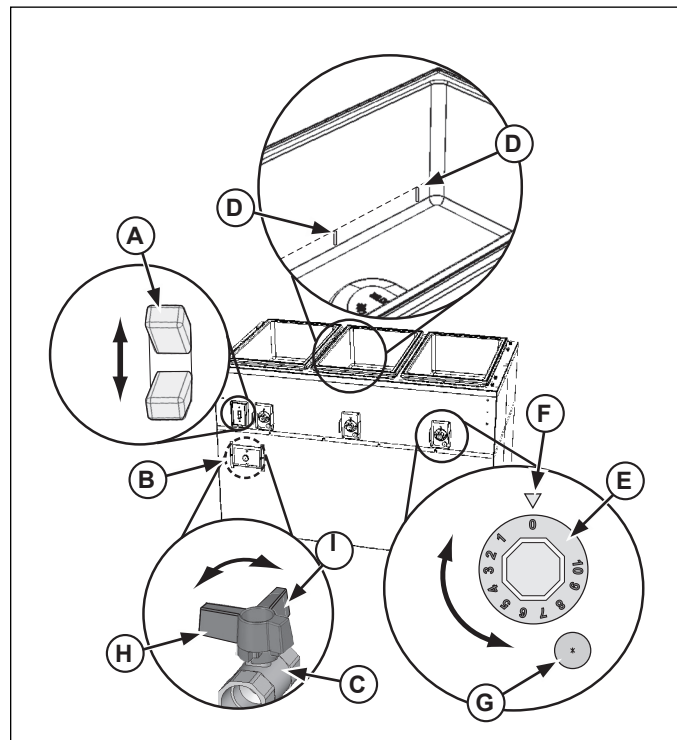

Figura 2. Controles de la estación caliente de lujo
- (A) Interruptor de **ENCENDIDO/APAGADO** Mueva el interruptor hacia arriba para encender la unidad. Mueva el interruptor hacia abajo para apagarla. El interruptor se iluminará cuando esté en la posición de encendido.
- (B) **PUERTA DE ACCESO** para la válvula de drenaje. Ábrala o retírela para acceder a la válvula de drenaje.
- (C) **VÁLVULA DE DRENAJE**. Se usa para vaciar el agua de el o los recipientes.
- (D) **MARCAS DEL NIVEL DEL AGUA**. Se usan para indicar el nivel correcto del agua.
- (E) Selector del **CONTROL DE TEMPERATURA**. Se usa para fijar o ajustar la temperatura del recipiente. Mientras más grande o más pequeño sea el número, más alta o más baja es la temperatura respectivamente. La posición de "0" corresponde a apagado.
- (F) Indicador de **REFERENCIA DEL SELECTOR**. Se usa para mostrar la posición en que se fijó el control de temperatura.
- (G) Luz de **NIVEL DE AGUA BAJO** Se ilumina cuando el recipiente necesita agua. Si la luz se ilumina durante la operación, se debe agregar agua limpia y fresca al recipiente.
- (H) Posición de **VÁLVULA DE DRENAJE CERRADA**. Cuando la válvula está en esta posición, el drenaje está cerrado.
- (I) Posición de **VÁLVULA DE DRENAJE ABIERTA**. Cuando la válvula está en esta posición, el drenaje está abierto.
1. Abra la puerta de acceso (B) y verifique que la válvula de drenaje (C) esté en la posición cerrada (H). Consulte la Figura 2.
2. Llene el receptáculo hasta las marcas de nivel correcto (D) con agua limpia y fresca. El nivel correcto es de aproximadamente 2.5 cm (1") de agua. No lo llene excesivamente.
4. Precaliente el agua en los receptáculos cubriéndolos con tapas o recipientes de alimento vacíos. Gire el interruptor de suministro (A) hasta la posición de encendido "ON" y fije el o los controles de calor (E) en su ajuste máximo. Precaliente el agua durante 45 minutos. El agua debiera hervir.
7. Fije el o los controles de calor (E) para mantener la temperatura de conservación caliente y los alimentos seguros. Revise regularmente la temperatura de los alimentos.
- (C) **VÁLVULA DE DRENAJE.** Se usa para vaciar el agua de el o los receptáculos.
- (D) Posición de **VÁLVULA DE DRENAJE CERRADA.** Cuando la válvula está en esta posición, el drenaje está cerrado.
- (E) Posición de **VÁLVULA DE DRENAJE ABIERTA.** Cuando la válvula está en esta posición, el drenaje está abierto.
1. Abra la puerta de acceso (A) y verifique que la válvula de drenaje esté en la posición cerrada (D). Consulte la Figura 2.
3. Gire el interruptor de suministro (A) hasta la posición de encendido "ON". Esta unidad no tiene un valor de temperatura ajustable. Deje que la unidad funcione durante aproximadamente 30 minutos. Para obtener el mejor rendimiento al usar hielo con esta unidad, déjela funcionar durante aproximadamente 2 horas antes de agregar el hielo. Ello ayudará a mantener el hielo sólido.